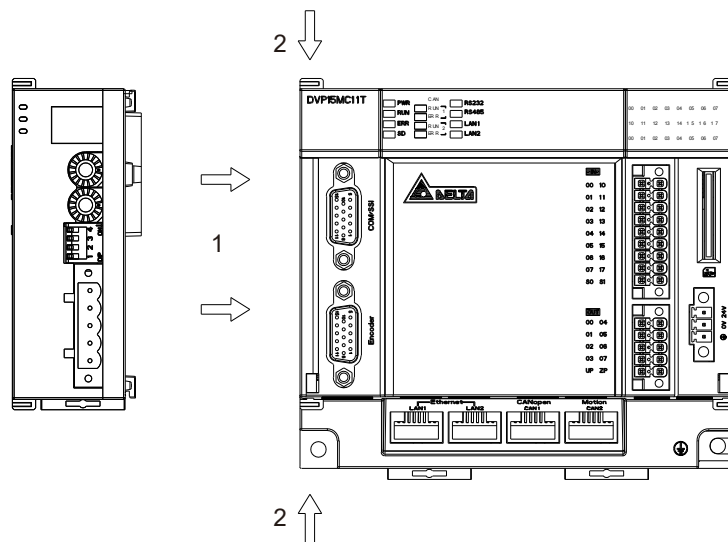

图 5.1.3.1
- 将 DVP-15MC 系列运动控制器左侧上下两端的扩展模块卡口打开，将 DVPDNET-SL 模块沿四角上的导入孔装入，如图 5.1.3.1 步骤 1 所示。
- 压入 DVP-15MC 系列运动控制器上下两端的卡口，卡紧模块以保证接触良好，如图 5.1.3.1 步骤 2 所示。